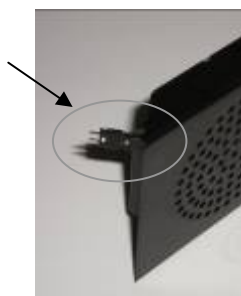

Figura 1
- a. Retirar las protecciones que traen las patillas (Figura 1)